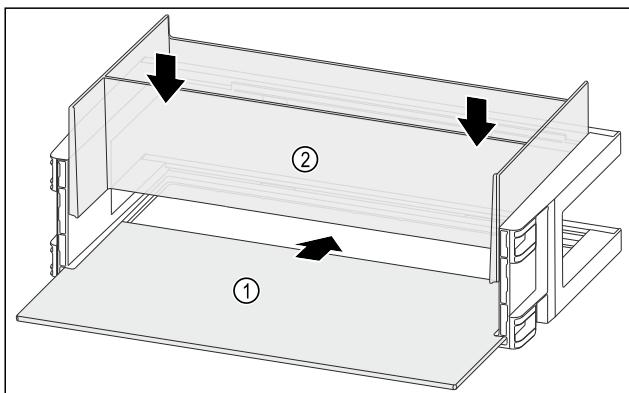

Fig. 98
- Вдвиньте съемную полку Fig. 98 (1) в боковые пазы.
- Смонтируйте организатор Fig. 98 (2).